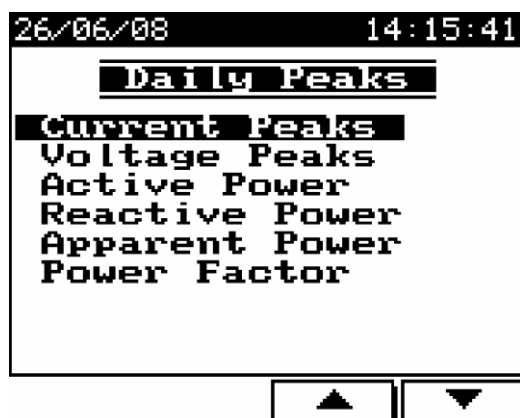

Рис. 8.2
3. **Daily Peaks:** выберите пункт **Daily Peaks** и нажмите «Enter». На дисплее отобразится список доступных параметров (рис. 8.2):
Для любого из параметров (см. рис. 8.2) можно вывести на дисплей максимальные / минимальные значения для каждой фазы в виде гистограммы (рис 8.3 и 8.4):